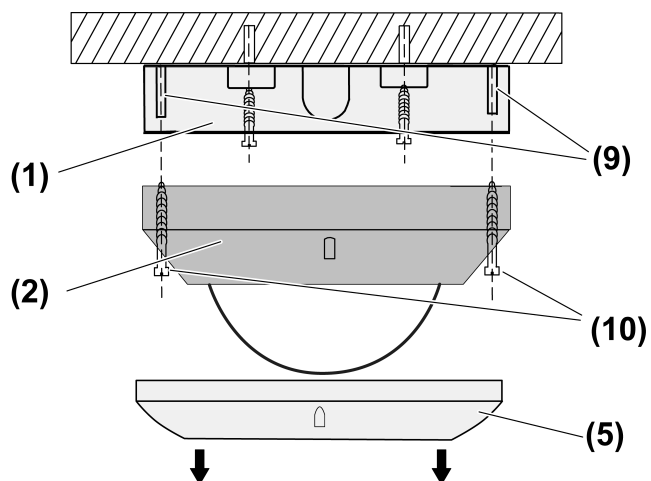
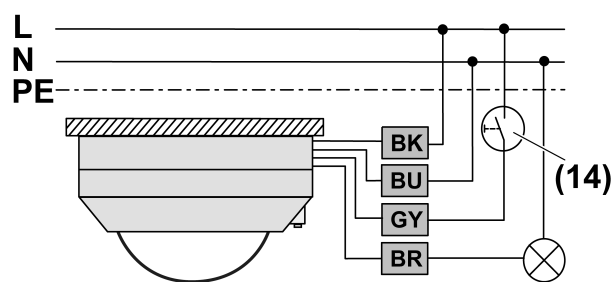
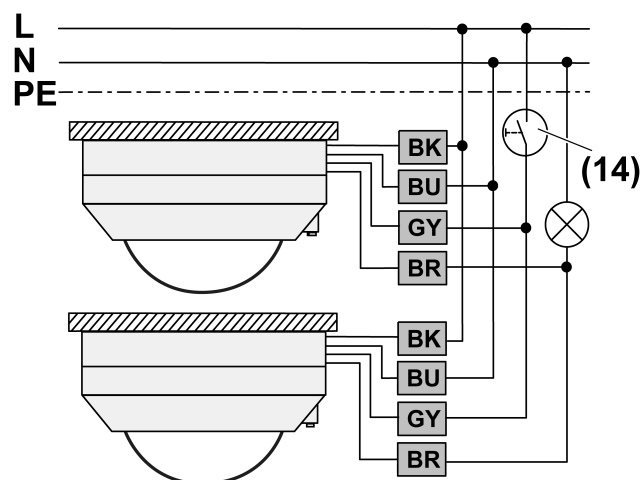

Figura 7: Montaje
Figura 9: Esquema de conexión aparato individual
Figura 10: Esquema de conexión en paralelo para ampliar el campo de detección
- (1) Caja de conexiones
- (2) Módulo detector
- (5) Anillo embellecedor
- (9) Clavijas de fijación
- (10) Tornillos
- Retirar anillo embellecedor (5) (véase figura 7).
- Soltar los tornillos (10) (véase figura 7).
- Conectar el módulo detector según el esquema de conexiones (véase figura 9) o las carcadas del sensor en paralelo conforme al esquema de conexiones (véase figura 10).
- Conectar pulsador (14) opcionalmente (véase figura 9) o (véase figura 10). Solo será necesario cuando se desee un manejo manual.
- i** En aparatos individuales se puede utilizar de forma alternativa al pulsador (14) una estación auxiliar de 2 hilos.
- Atornillar el módulo detector (2) con tornillos (10) y clavijas de fijación (9) en la caja de conexiones (1) (véase figura 7).